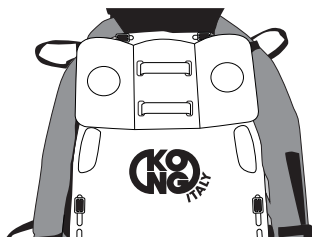

Fig.35
- posizionare la tavola spinale nel telo come definito al paragrafo 4.6.1 commi a) e b) inserendo nella tavola spinale solo le 4 fibbie, poste nella parte superiore "testa-busto" del telo (fig. 35),